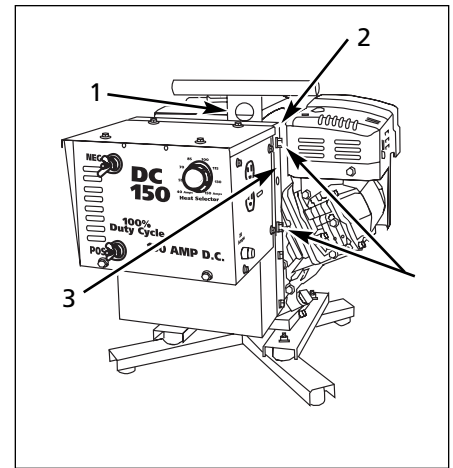

Figure 3 - 150
Si la courroie ou la poulie d'alternateur glisse, l'arc démarrera solidement pour s'éteindre tandis que l'alternateur ralentit. Ceci se remarque tout particulièrement à des réglages d'ampérage élevé. La courroie pourrait émettre un bruit en glissant ou non. La courroie doit être serrée et avoir très peu de jeu lors d'une vérification manuelle après avoir retiré le dispositif de protection de la courroie (voir la Figure 3, Référence 1).
Pour ajuster la courroie (voir la figure 3) :
1. Retirer le couvercle/poignée de la courroie (voir la figure 3, référence 1). Desserrer le boulon de verrouillage de l'alternateur près du ventilateur (voir la figure 3, référence 2).
2. Resserer la courroie en insérant un tournevis dans le trou d'ajustement et en poussant vers le haut sur la cale derrière le boulon de verrouillage. Maintenir la tension (voir la figure 3, référence 3).
2. Desserrer les boulons de montage de l'unité de soudure (4) (Voir Figure 3, Référence 4) et faire basculer l'appareil vers l'avant et vers l'arrière pour atteindre l'alignement parfait. Resserrer les boulons de montage avec les courroies alignées.